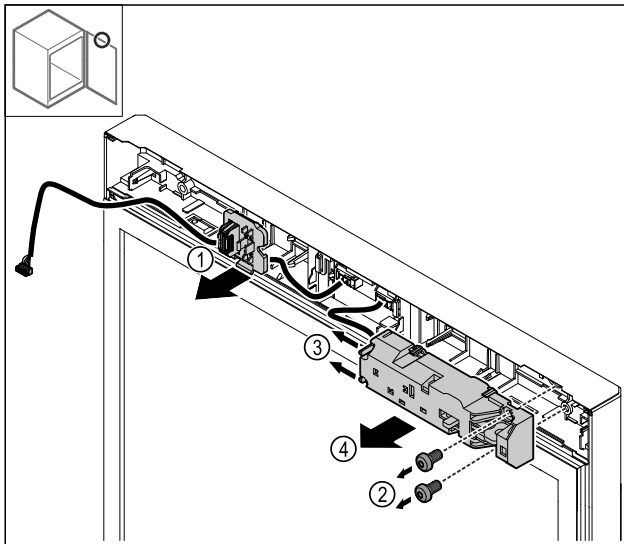

Fig. 27
- ▶ Від'єднайте штекерне кріплення Fig. 27 (1).
- ▶ Викрутіть гвинти Fig. 27 (2).
- ▶ Фіксувальний виступ Fig. 27 (3) відтисніть убік і зніміть електронний замок Fig. 27 (4).